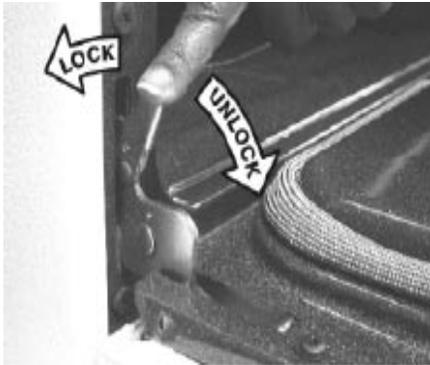

Figure 2
2. Tirez les loquets de charnières de chaque côté du cadre de la cuisinière complètement vers la porte du four (Voir figure 2 - en position déverrouillée). Un petit tournevis à tête plate peut être requis.
4. Poussez complètement les loquets de charnières de chaque côté de la porte du four vers l'encadrement de l'appareil (Voir figure 2 - en position verrouillée).